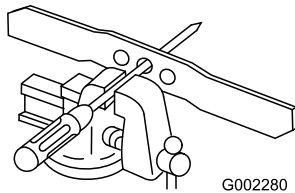

Figure 32
1. Vérifiez l'équilibre de la lame en enfilant le trou central sur un clou ou la tige d'un tournevis serré horizontalement dans un étau (Figure 32).